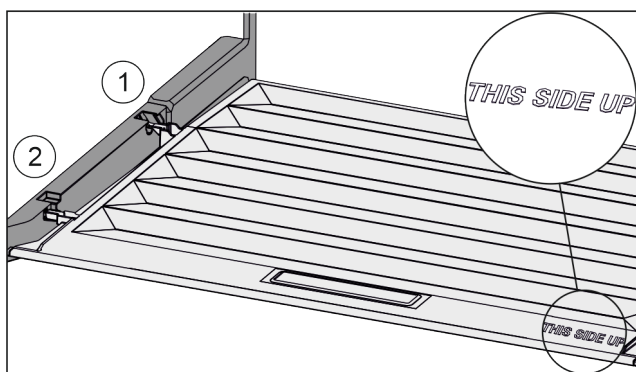

Fig. 84
- ▶ Robova predala vstavite nad odprtino zadnjega držala Fig. 84 (1), spredaj pa ju zataknete v držalo Fig. 84 (2).